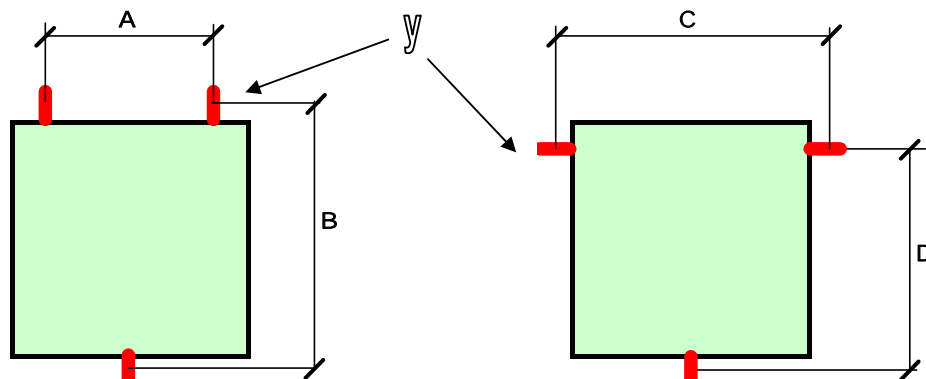

figura 1: caixa com 3 patilhas de fixação
- Caixa de parede, equipada com patilhas de fixação (figura 1),
figura 1 bis: caixa com 4 patilhas de fixação